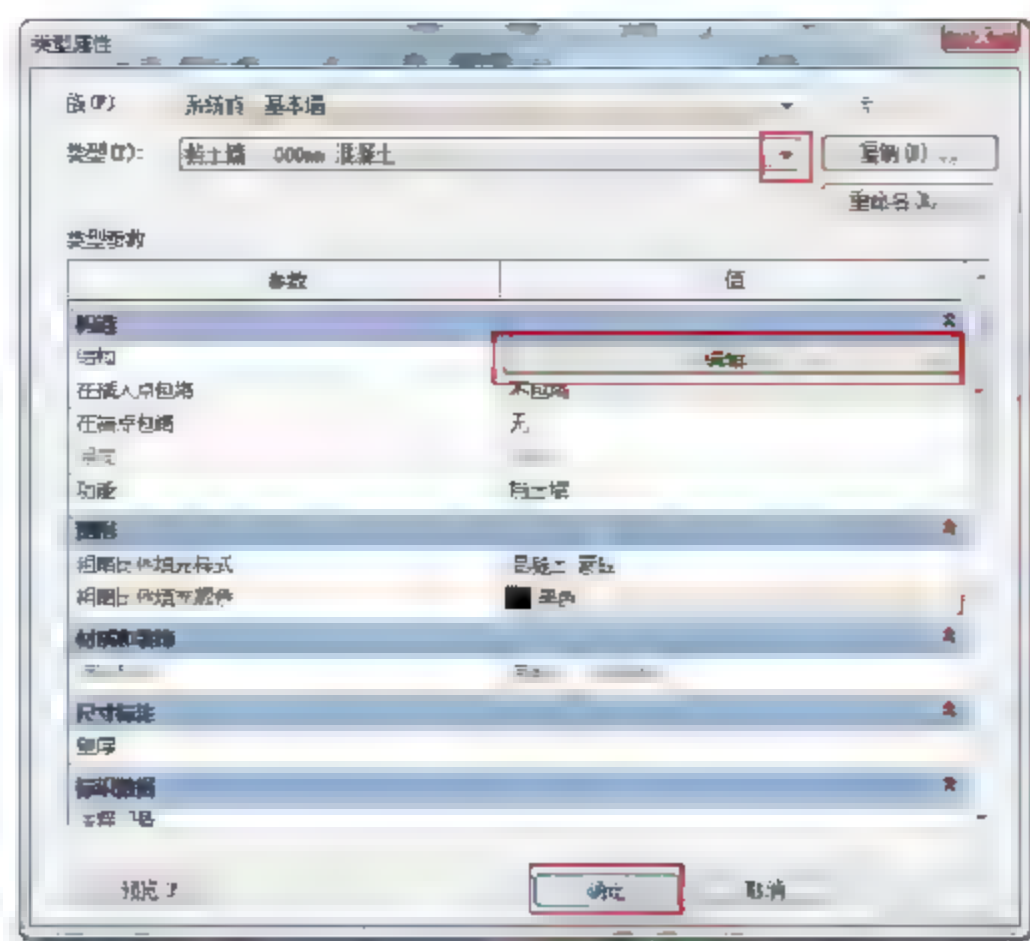

图 3.2.3 编辑挡土墙
(3) 编辑挡土墙 DW。将视图转换到结构平面 1,选择“结构”→“墙”→“编辑类型”命令,在弹出的“类型属性”对话框中,单击下拉按钮,选择“挡土墙-300mm 混凝土”选项,单击“确定”按钮,如图 3.2.3 所示。